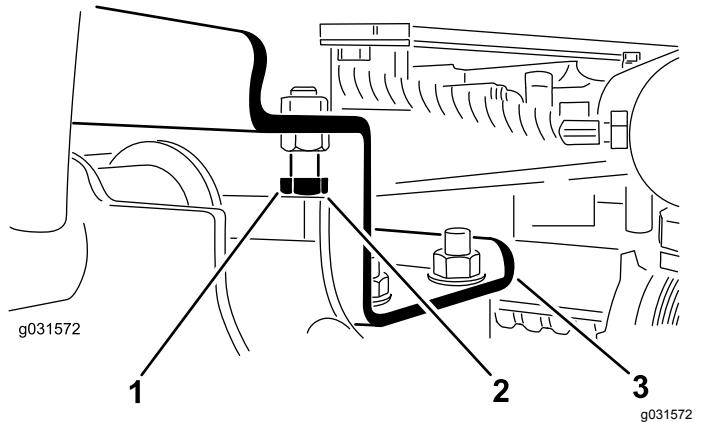

Figura 12
- Solte os parafusos de bloqueio (Figura 12).
6. Certifique-se de que a folga entre cada braço de elevação e pino de bloqueio é de 0,13 a 1,02 mm, conforme se mostra na Figura 12.